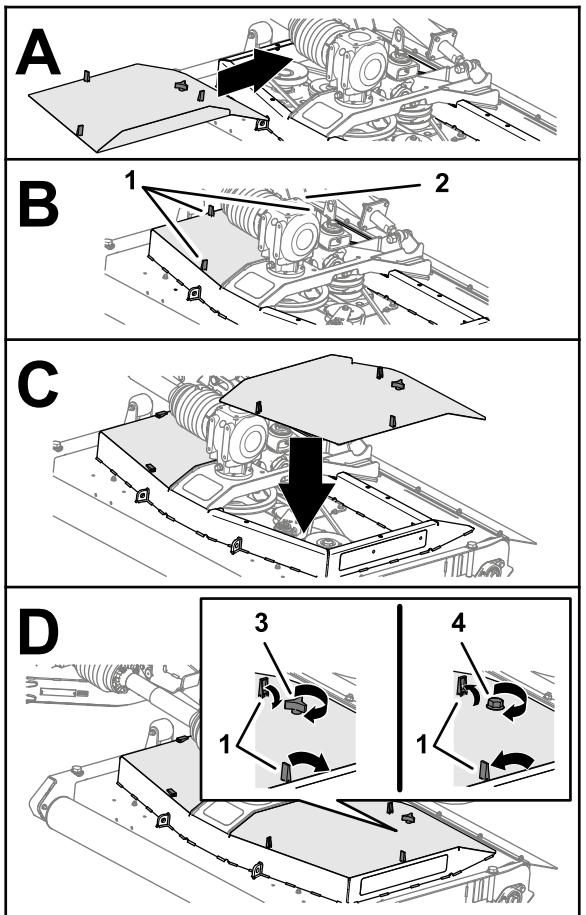

Figura 47
1. Alinee los cierres de la cubierta de la carcasa del cortacésped con los taladros de la carcasa del cortacésped (Figura 47).
2. Monte la cubierta de la carcasa en la carcasa del cortacésped (Figura 47).
3. Fije la cubierta (Figura 47) del siguiente modo:
4. Fije los 3 cierres de la cubierta en la carcasa del cortacésped (Figura 47).
5. Repita los pasos 1 a 4 para las otras cubiertas que ha retirado (Figura 47).